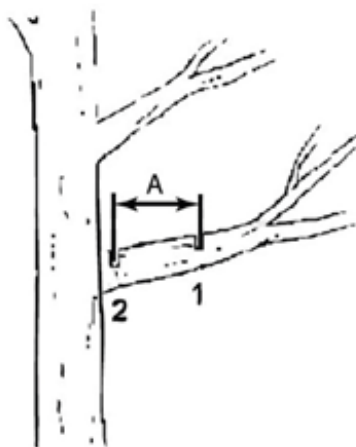

Рисунок 18. Схема спиляння великих гілок.
5.2.4 Спилювання великих гілок діаметром більше ніж 100 мм рекомендується вести частинами послідовно: спочатку відпиляти основну частину гілки різом (1, рис. 18), а потім — решту гілки різом (2, рис. 18). Відстань (А, рис. 18) між різаними має становити приблизно 250 мм.